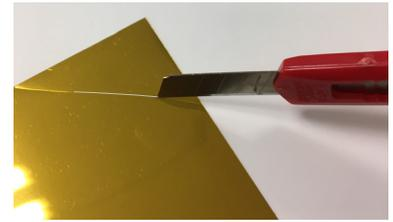

Abbildung 02
- › Mit dem Cutter ist eine Linie auf der Schutzfolie zu ziehen, in einem Abstand von 3 oder 4 cm von der Ecke, ohne dabei die Super-Chrom-Folie + Liner einzuschneiden. (Abb. 02)